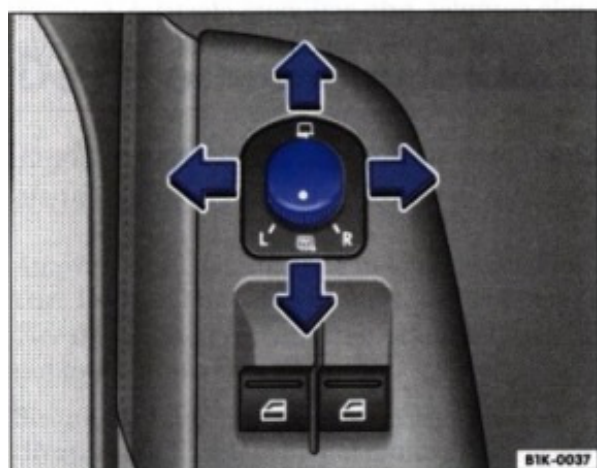

Fig. 50 Imagine din ușa conducătorului: Butonul rotativ pentru oglinzile laterale
1. Rotiți butonul ⇒ fig. 50 în poziția L (oglindea din stânga).
- Rotiți butonul ⇒ fig. 50 în poziția ☀, pentru a încălzi oglinzile laterale.
- Rotiți butonul ⇒ fig. 50 în poziția ☰, pentru a plia oglinzile laterale. Oglinzile laterale trebuie pliate întotdeauna când se spală autovehiculul în instalații automate de spălare, pentru a evita producerea defecțiunilor.